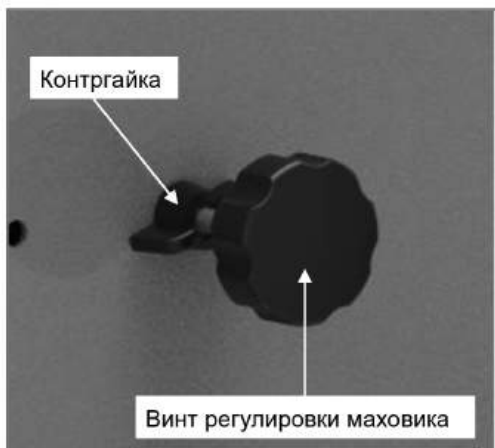

Рис. 17
- Ослабьте контргайку винта регулировки верхнего маховика (рис. 17).